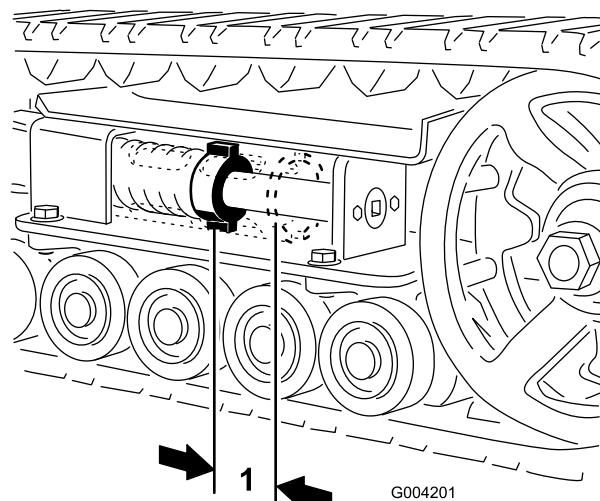
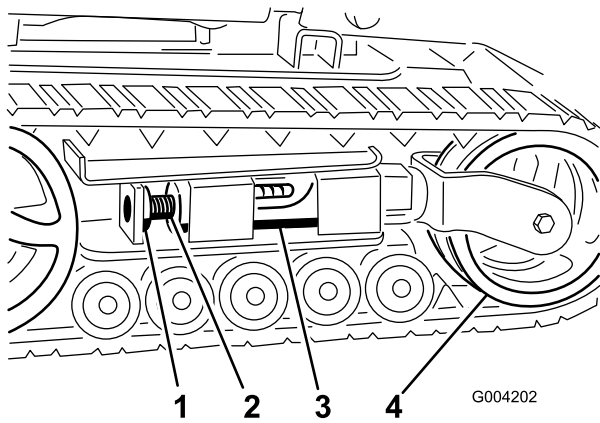
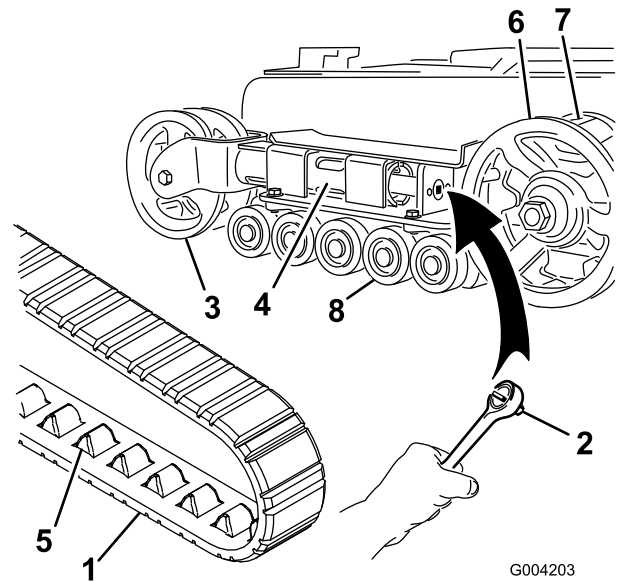
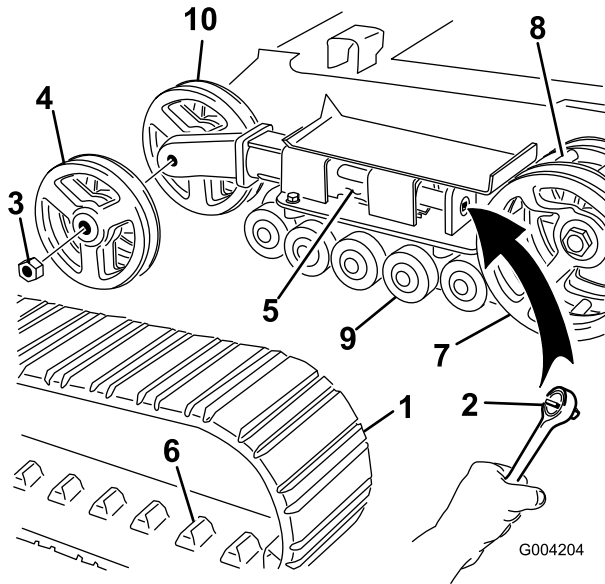

Figura 44
Figura 45
Figura 46
Figura 47
Deve esserci uno spazio di 7 cm tra il dado di tensionamento e la parte posteriore del tubo di tensionamento (Figura 44). In caso contrario, regolare la tensione dei cingoli eseguendo la procedura di seguito riportata:
3. Togliere il bullone di bloccaggio e il dado (Figura 45).
4. Utilizzando una chiave a tubo da 1/2 pollice (Figura 46), girare la vite di tensione in senso antiorario fino a portare la distanza tra il dado di tensione e la parte posteriore del tubo di tensione (Figura 44) a 7 cm.
5. Allineare l'intaglio più vicino della vite di tensione al foro del bullone di bloccaggio e fissare la vite con il bullone di bloccaggio e il dado (Figura 45).
5. Spingere la ruota di tensione verso il retro dell'unità in modo da spostare il tubo della forcella contro il telaio (Figura 46). (se non riesce a toccare il telaio, continuare a girare la vite di tensione fino ad ottenere il contatto).
7. Dopo avere liberato il cingolo dalla ruota di tensione, toglierlo dalla ruota conduttrice e dalle ruote non motrici (Figura 46).
8. Avvolgete il nuovo cingolo iniziando dalla ruota conduttrice e controllando che i denti del cingolo si alloggino tra i distanziali della ruota stessa (Figura 46).
9. Spingere il cingolo sotto e tra le ruote non motrici (Figura 46).
11. Girare la vite di tensione in senso antiorario fino a portare la distanza tra il dado di tensione e la parte posteriore del tubo di tensione (Figura 44) a 7 cm.
4. Utilizzando una chiave a tubo da 1/2 pollice, scaricare la tensione girando la vite di tensione in senso orario (Figura 45 e Figura 46).
4. Utilizzando una chiave a tubo da 1/2 pollice, scaricare la tensione girando la vite di tensione in senso orario (Figura 45 e Figura 47).
5. Spingere la ruota di tensione verso il retro dell'unità in modo da spostare il tubo di tensione contro il telaio (Figura 47). (se non riesce a toccare il telaio, continuare a girare la vite di tensione fino ad ottenere il contatto).
6. Togliere il dado di fissaggio della ruota di tensione esterna e rimuovere la ruota (Figura 47).
7. Togliere il cingolo (Figura 47).
8. Togliere il dado di fissaggio della ruota di tensione interna e rimuovere la ruota (Figura 47).
12. Montare la ruota di tensione interna e fissarla con il dado tolto in precedenza (Figura 47).
14. Montate il nuovo cingolo, accertandovi che gli attacchi del cingolo si inseriscano tra i distanziali al centro della ruota conduttrice (Figura 47).
15. Montare la ruota di tensione esterna e fissarla con il dado tolto in precedenza (Figura 47).
17. Girare la vite di tensione in senso antiorario fino a portare la distanza tra il dado di tensione e la parte posteriore del tubo di tensione (Figura 44) a 7 cm.